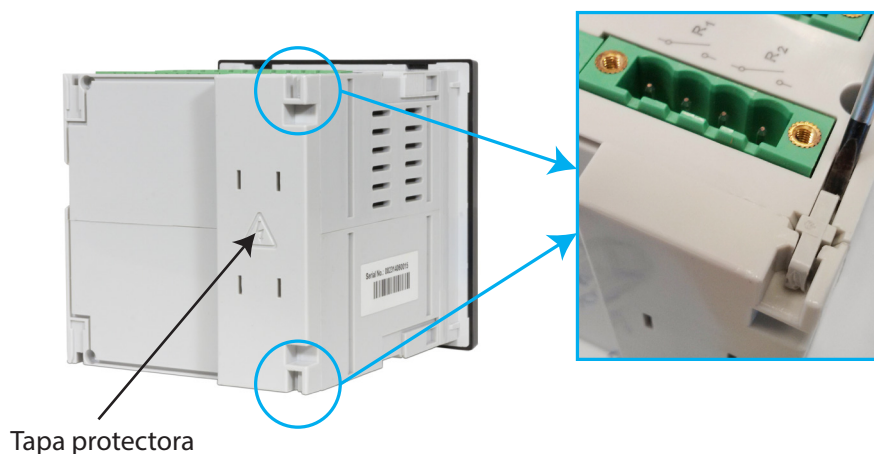

Figura 326: Retirar los 2 clips de sujeción.
A.- Retirar los 2 clips de sujeción que aguantan la tapa protectora, mediante un destornillador de punta plana, **Figura 326**.